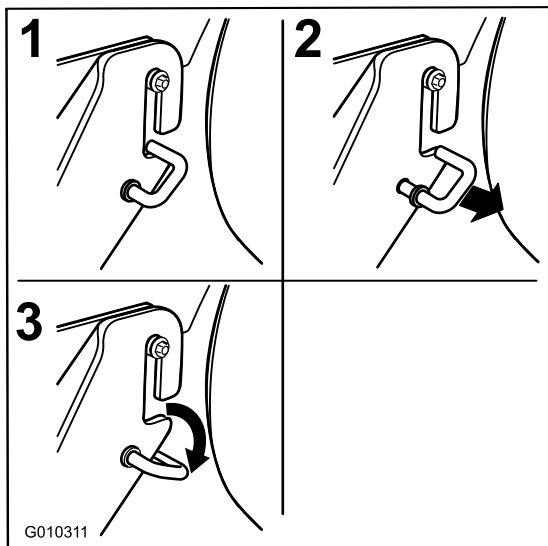

Figure 62
1. Décrochez les crochets en J à ressort de la fente des supports des pattes de fixation arrière de chaque côté du tablier (Figure 62).
5. Soulevez l'arrière du tablier de coupe et guidez les supports sur les boulons des pattes de fixation arrière (Figure 62).